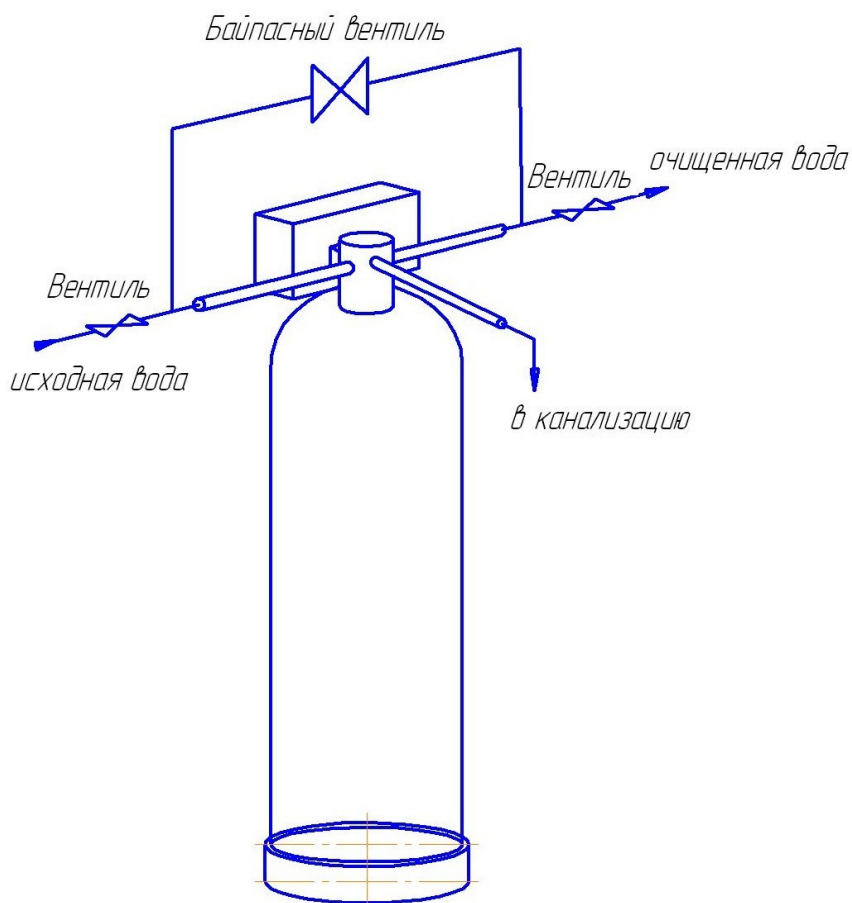

Рисунок 2 — Схема монтажа установки фильтрации WF-0,7...9,2-Rx-(EF)...
7.13 На рис. 2 приведена схема монтажа установки фильтрования WF.